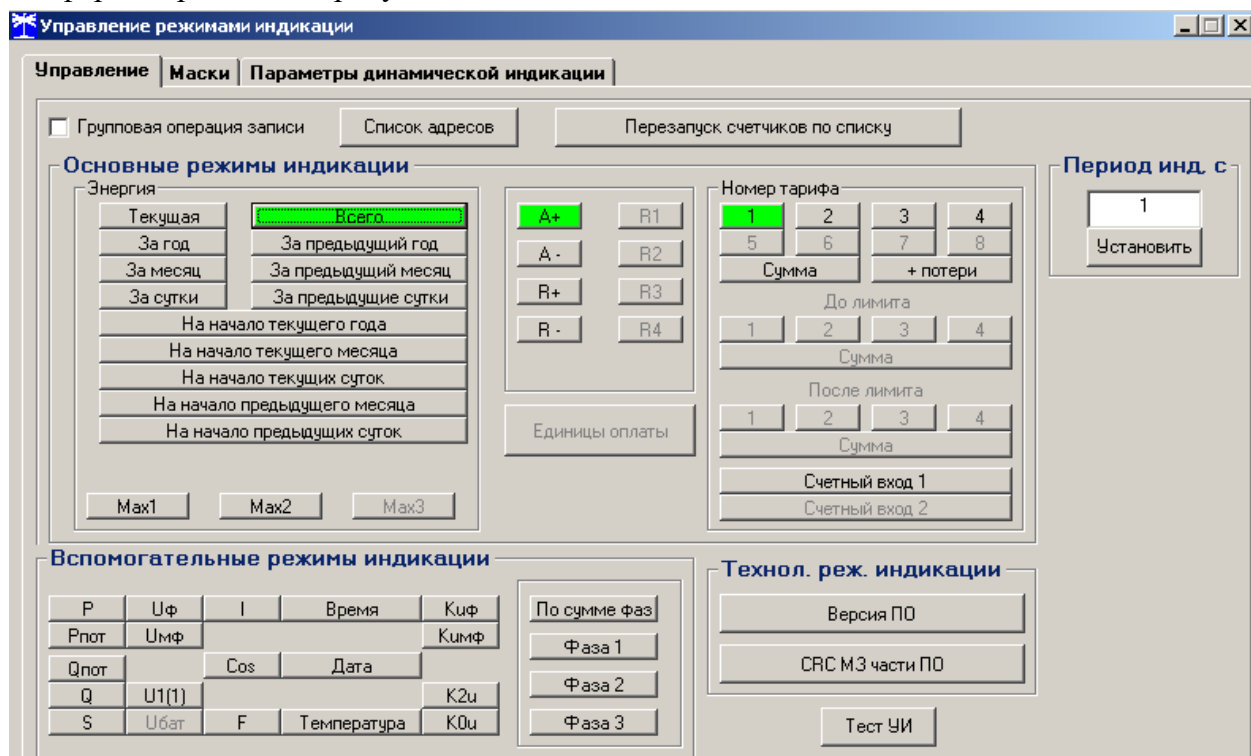

Рисунок 27 – Форма «Управление режимами индикации», вкладка «Управление»
17.2 Тест устройства индикации включается по кнопке «Тест УИ», расположенной на поле формы «Управление режимами индикации» вкладки «Управление» (рисунок 27). При этом включаются все элементы индикации ЖКИ на время 5 с для визуальной проверки работоспособности индикатора. Спустя 5 с индикатор возвращается в прерванный режим индикации. Включение тестового режима устройства индикации возможно только со вторым уровнем доступа.